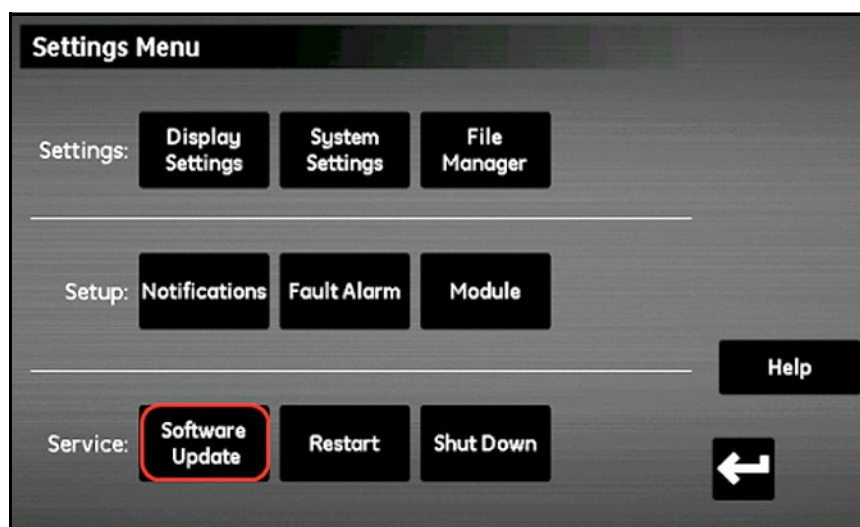

Figura 87: Atualização de software
- Na seção **Serviço** (veja a *Figura 87* abaixo), toque no botão **Atualização de software**. Se o botão **Atualização de software** estiver acinzentado, verifique se a unidade Flash USB está devidamente conectada na porta USB.